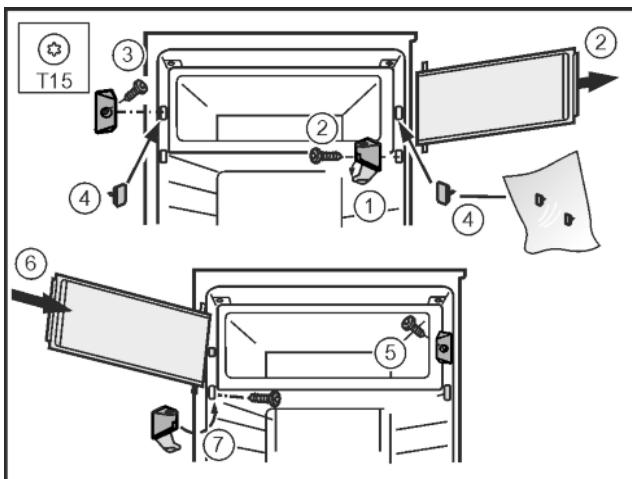

Fig. 13
- Откинуть крышку на кронштейне. Fig. 13 (1)
- Снятие двери морозильного отделения: открутить кронштейн отверткой T15. Fig. 13 (2)
- Открутить концевой замок отверткой T15. Fig. 13 (3)
- Закрыть образовавшиеся отверстия прилагающимися пробками. Fig. 13 (4)
- Установить концевой замок с помощью отвертки T15. Fig. 13 (5)
- Установить дверцу морозильного отделения сверху. Fig. 13 (6)
- Установить кронштейн и примкнуть крышку. Fig. 13 (7)